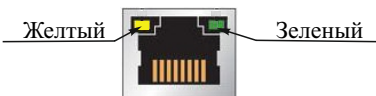

Рисунок 5.4
5.9 Для удобства пусконаладочных работ на портах R3-Link IN и R3-Link OUT размещены по два индикатора (рисунок 5.4). По их состоянию можно оценить состояние линии между двумя соседними приборами (таблица 5.1).